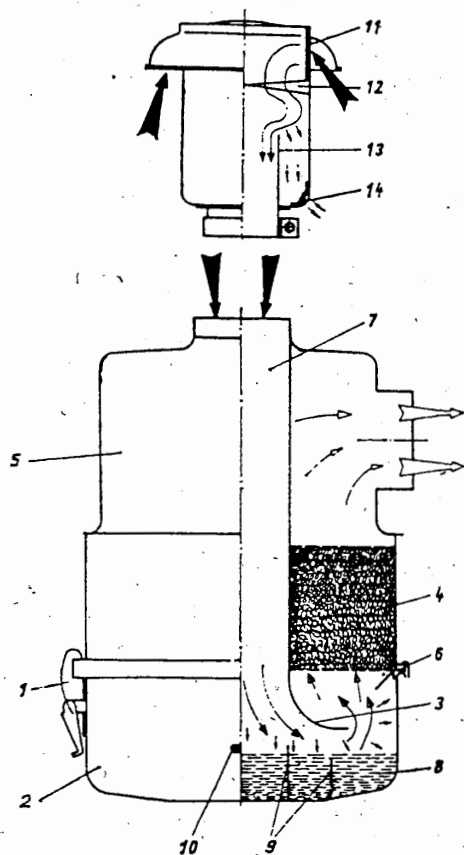

Bild P 2. Ölbadluftfilter mit vorgeschaltetem Axialzyklon
Der Ölstand ist nach 500 km zu kontrollieren. Alle 5 000 km ist eine Reinigung des Ölbadluftfilters (Bild P 2) erforderlich, bei starkem Staubanfall in kürzeren Zeitabständen.
Die Ölverschmutzung ist in regelmäßigen Intervallen durch Abnahme des Ölbehälters (Bild P 2/2) zu kontrollieren. Sollte es sich dabei zeigen, daß der innere Ring frei von Öl ist oder daß das Öl bis etwa 1 cm unter der Ölstandsmarke (Bild P 2/10) steht, so ist das normal.
- Filtereinsatz (Bild P 2/4) beschädigt,
- a) Nach dem Lösen der Spannverschlüsse (Bild P 2/1) wird der Ölbehälter abgenommen, das verschmutzte Öl entfernt und der Ölbehälter mit Waschbenzin ausgewaschen.
- b) Durch eine kurze Linksdrehung des Patronentellers (Bild P 2/3) wird dessen Bajonettverschluß gelöst. Der Patronenteller kann abgenommen und der Filtereinsatz (Bild P 2/4) aus dem Filtergehäuse (Bild P 2/5) nach unten herausgezogen werden. Der Filtereinsatz ist nur mit ölfreiem Waschbenzin auszuwaschen und muß anschließend unbedingt getrocknet werden, da es sonst beim Anlassen des Motors zu schweren Motorschäden kommen kann.
- e) Anschließend ist der trockene Filtereinsatz in das trockene Filtergehäuse einzusetzen. Nach Kontrolle des Dichtringes (Bild P 2/6) auf einwandfreie Beschaffenheit und Abdichtung ist der Patronenteller durch Einrenken des Bajonettverschlusses wieder am Filtergehäuse zu befestigen.
Bei der Reinigung des Ölbadluftfilters ist auch der Axialzyklon zu reinigen. Vom Staubauswurfschlitz (Bild P 2/14) sind mit einem weichen Gegenstand